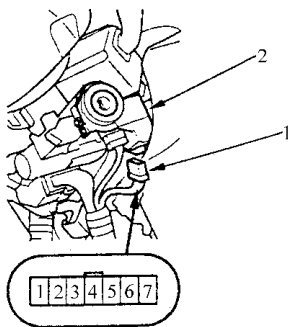

图 12-118 拆卸 7P 插接器
4) 如图 12-118 所示, 从防起动控制装置-接收器上断开 7P 插接器。